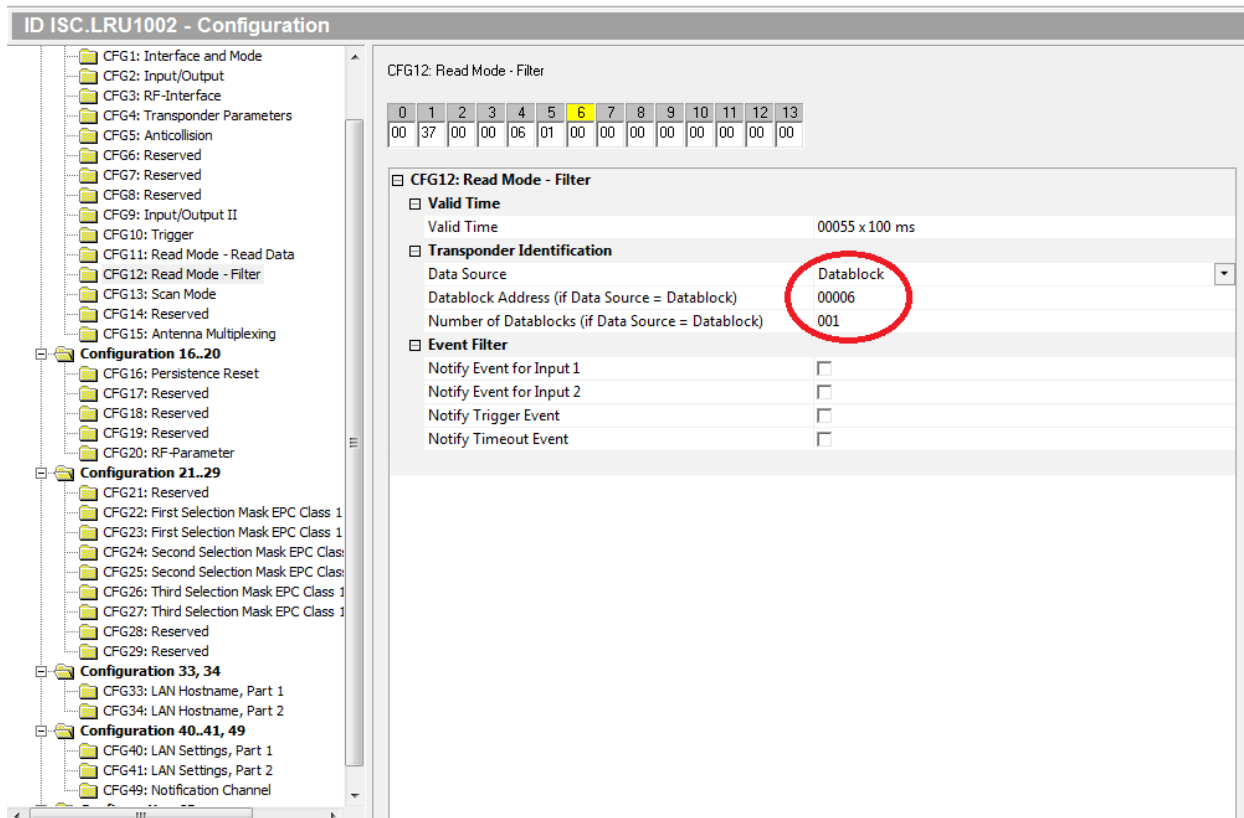

Рисунок 14
6.16 Настроить режим чтения данных в CFG12 (см. рисунок 14). Для сохранения изменений необходимо нажать ox81 Write.